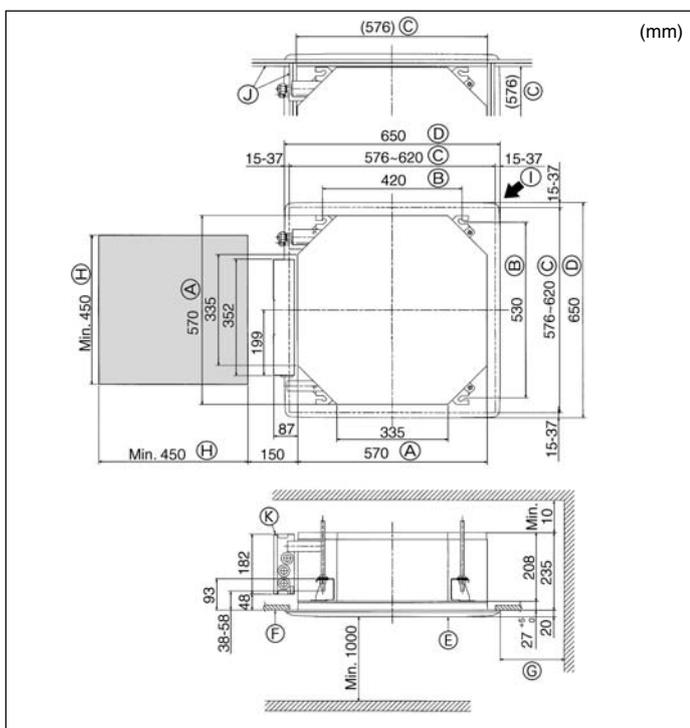

Fig. 4-2
⑤	Skruv med mellanlägg (M5 × 25) för montering av grill	4
⑥	Dräneringsmuff	1
⑦	Isolering	1
⑧	Fästskruv för Ⓔ 3,5 × 16 (Svart) (För SLZ-KA-VAL)	2
⑨	Fjärrkontrollens hållare (För SLZ-KA-VAL)	1
⑩	Batteri (AAA) (För SLZ-KA-VAL)	2
⑪	Trådlös fjärrkontroll (För SLZ-KA-VAL)	1
4.2. Taköppning och installationsplatser för upphängningsbultar (Fig. 4-2)